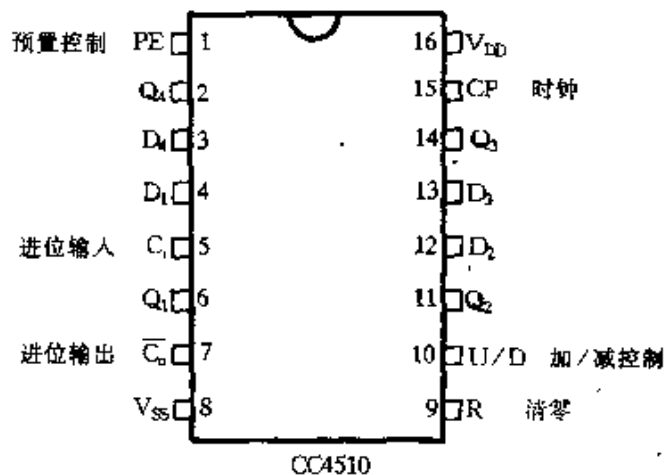

图 2-384
⑫ 图 2-384 所示为可预置数的二-十进制加/减计数器 CC4510 引脚功能图。CC4510 具有四个计数单元,采用 8421 编码, $D_1 \sim D_4$ 为预置数据输入端, $Q_1 \sim Q_4$ 为输出端。CP 为时钟脉冲输入端,使用单时钟。具有一个进位输入端 C_i 和一个进位输出端 C_o ,方便级联使用。PE 为预置数控制端,当 $PE = 1$ 时, $D_1 \sim D_4$ 上的预置数被送到输出端 $Q_1 \sim Q_4$ 。U/D 为加/减计数控制端, $U/D = 1$ 时计数器执行加计数; $U/D = 0$ 时计数器执行减计